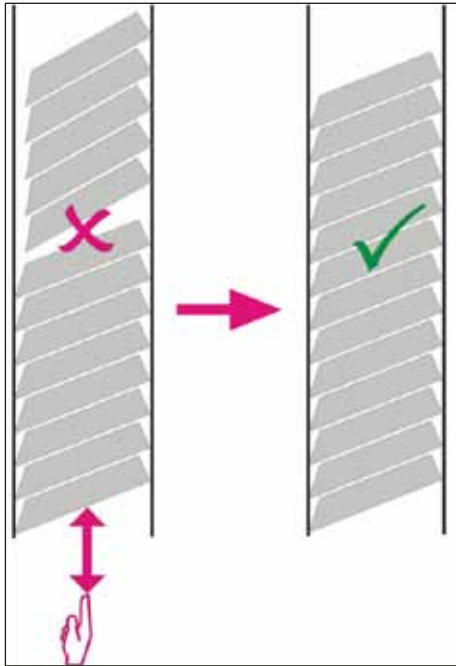

Fig. 29
- ✓ Os cassetes devem então se acomodarem no pente corretamente (→ "Fig. 29").
- Se as cassetes gravados forem utilizados, certifique-se de que a pilha recém-inserida se alinha perfeitamente com os cassetes previamente carregados (→ "Fig. 29").